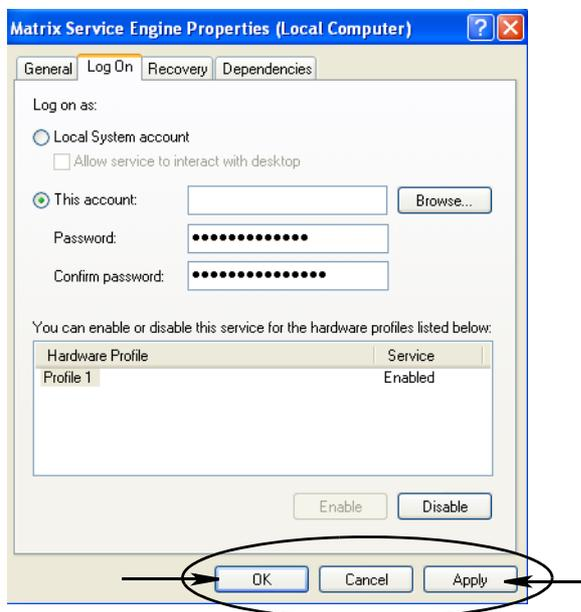

ABB. 60
- Wenn der Computer den Benutzernamen nicht finden kann, wird die in ABB. 60 auf Seite 58 gezeigte Fehlermeldung angezeigt. Fahren Sie mit Schritt j fort.
- i. Klicken Sie auf die Schaltfläche „Anwenden“, um die Änderungen und dann die Schaltfläche „OK“ (ABB. 60).